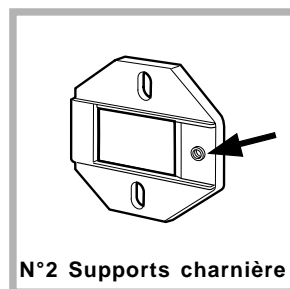

Fig. 1
- Montez les supports de la charnière sur la façade, en positionnant le trou indiqué par une flèche dans la fig. 1 vers l'intérieur de la façade et interposez une cale (fig. 4/B). Utilisez les vis type **C**.